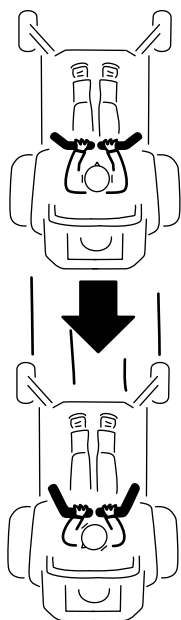

Figura 28
2. Pentru a vă deplasa în mararier, trageți ușor manetele de control al micării spre spate (Figura 28).